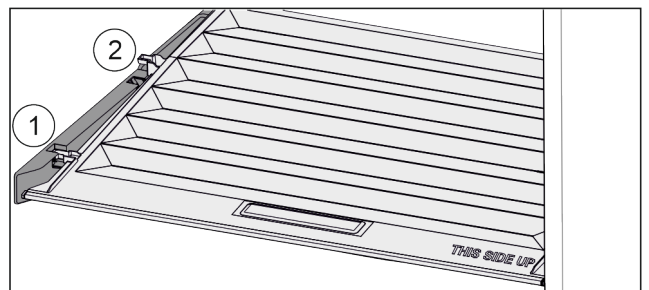

Fig. 73
- ▶ Издърпайте напред Fig. 73 (1) капака до отвора в задържащите части.
- ▶ Повдигнете го отзад отдолу и отстранете Fig. 73 (2) нагоре.